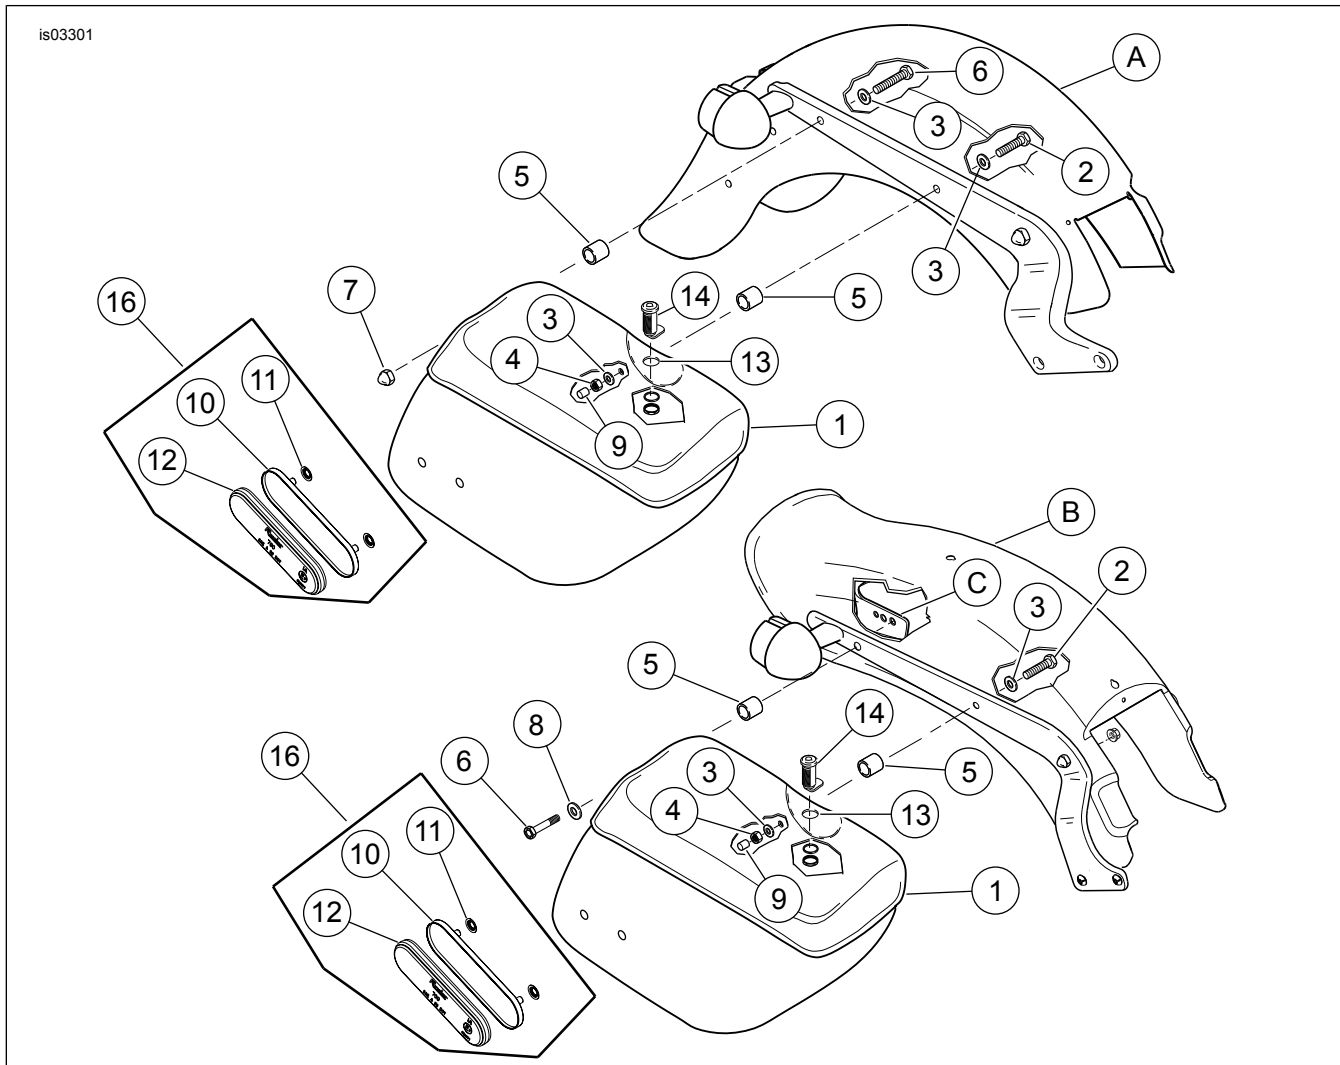
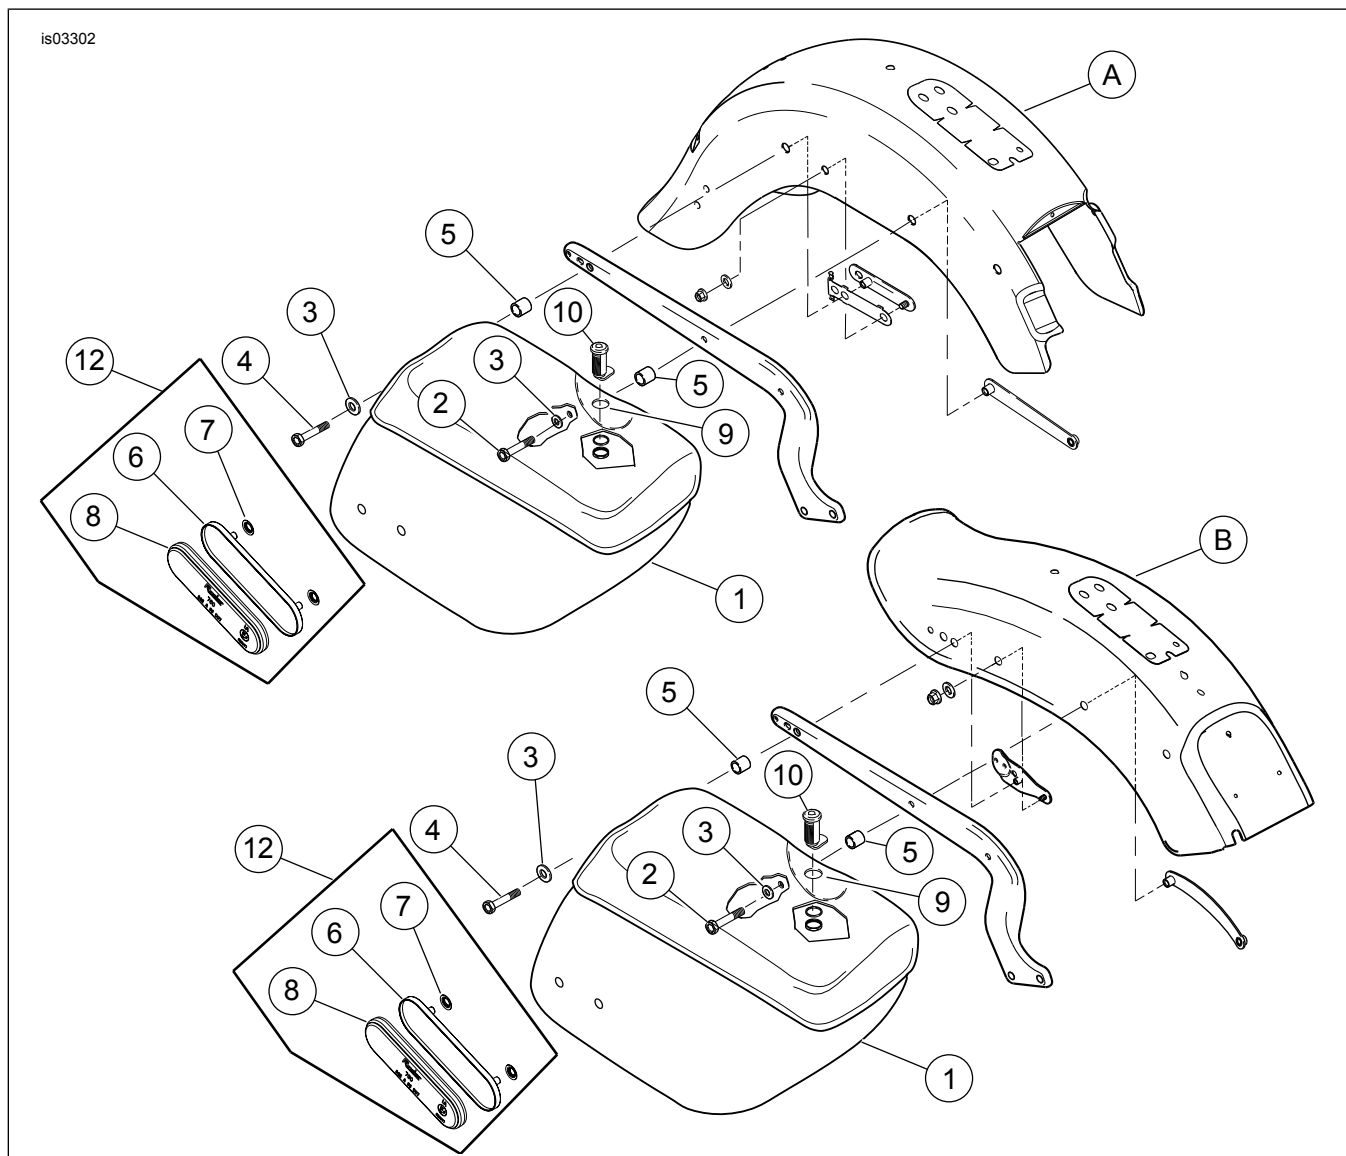

Figura 5. Piezas de servicio: kit de alforjas Softail (se muestra la instalación en los FLST, FXST de 2000 a 2002)
Figura 6. Piezas de servicio: kit de alforjas Softail (se muestra la instalación en los FLST, FXST de 2003 y posteriores)
2. Vea la Figura 5. Sujete la parte delantera de la alforja (1) al guardabarros como sigue:
- a. Sin kit de espaciadores: Use el tornillo (2), la arandela (3) y la tuerca (4). Apriete a mano para mantenerlo en su lugar.
- b. Con el kit de espaciadores: Use el tornillo (2), la arandela (3), la tuerca (4) y el espaciador (5). Apriete a mano para mantenerla en su lugar.
3. Sujete la parte trasera de la alforja (1) al guardabarros como sigue: **Modelos FLST:Modelos FXST:**
- a. *Sin el kit de espaciadores:* Use el tornillo (6), la arandela (3) y la tuerca ciega (7). Apriete a mano para mantenerla en su lugar.
- b. *Con el kit de espaciadores:* Use el tornillo (6), la arandela (3), la tuerca ciega (7) y el espaciador (5). Apriete a mano para mantenerla en su lugar.
- c. *Sin el kit de espaciadores:* Use el tornillo (6) y la arandela (8). El tornillo enrosca en el inserto en la pieza de soporte de la placa de matrícula (A). Apriete a mano para mantenerla en su lugar.
- d. *Con el kit de espaciadores:* Use el tornillo (6), la arandela (8) y el espaciador (5). Apriete a mano para mantenerla en su lugar.
5. Vea la Figura 5. Deslice el protector de rosca (9) sobre el extremo del tornillo delantero (2).
2. *Sin el kit de espaciadores:* Vea la Figura 6. Instale la parte delantera y trasera de la alforja con el tornillo (2, 4) y la arandela (3). Apriete a mano para mantenerla en su lugar. *Con el kit de espaciadores:* Instale la parte delantera y trasera de la alforja con el tornillo (2, 4), la arandela (3) y el espaciador (5). Apriete a mano para mantenerla en su lugar.
1. Vea la Figura 5 y la Figura 6. Coloque el soporte del reflector en la esquina derecha inferior de la alforja.